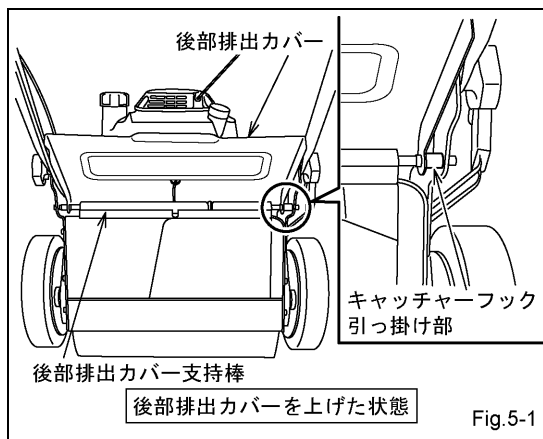

Fig.5-1
- （1）キャッチャーバック（集草器）の取り付けは、後部排出カバーを持ち上げ、キャッチャーフックを確実に後部排出カバー支持棒に引っ掛け、後部排出カバーを下げます。（Fig.5-1）